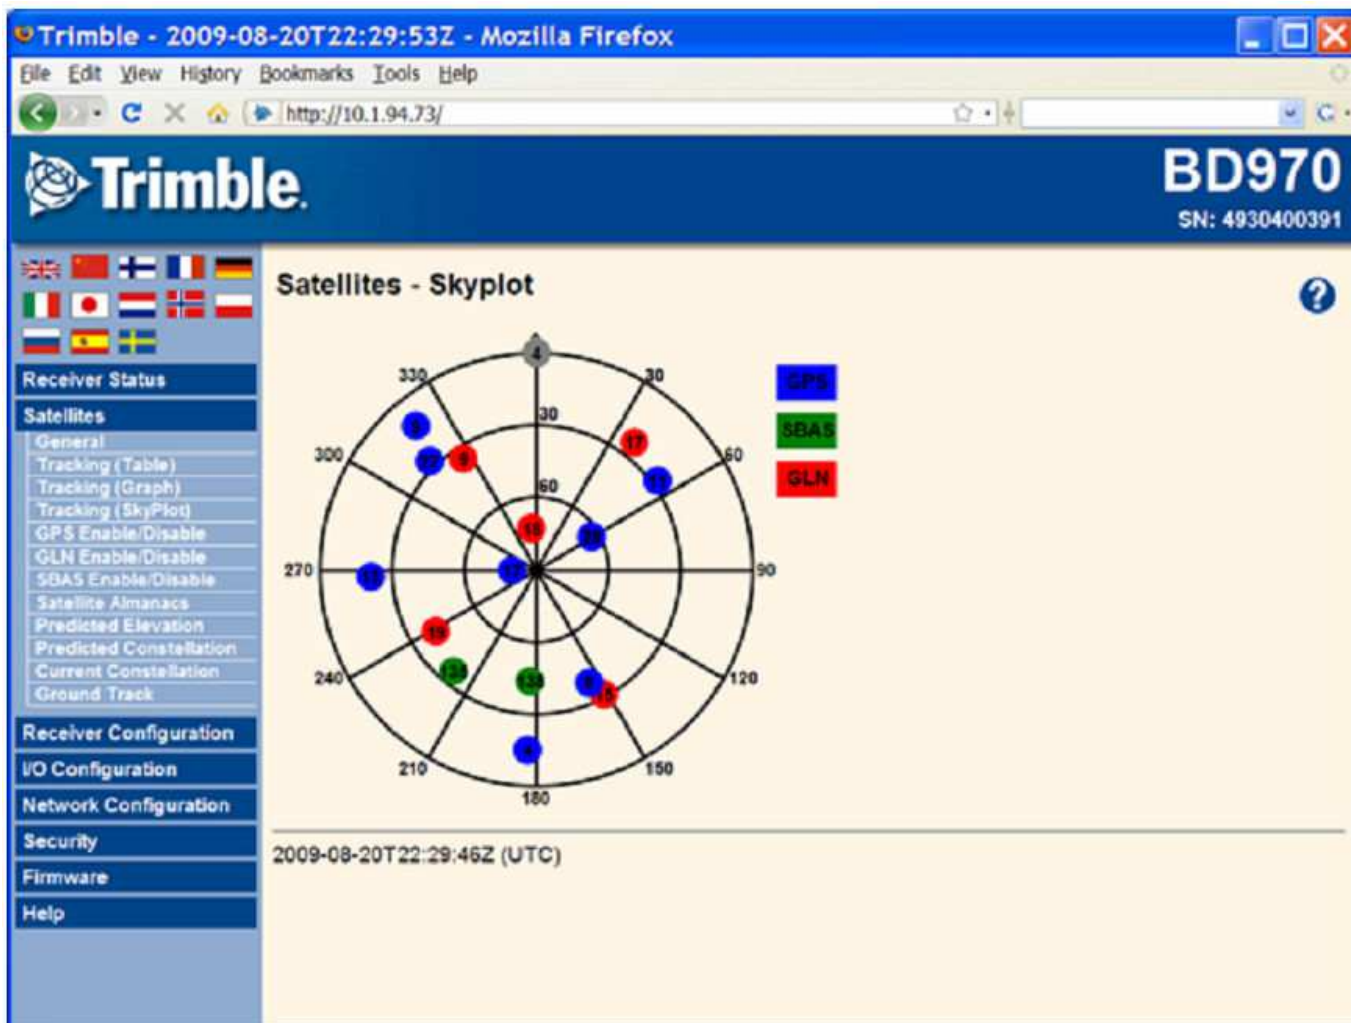

Рисунок 2.5. Спутники.
2.4.5.3 По истечении времени, необходимого для инициализации приемника, в окне «Satelldites» (рисунок 2.5) отобразятся видимые спутники.